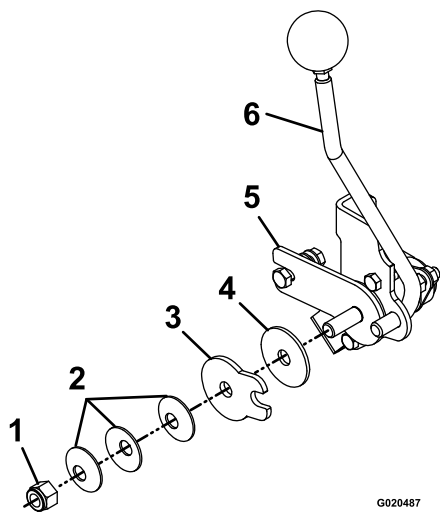

Figure 65
3. Réglez l'écrou de pivot situé au bout de l'arbre de commande de déplacement, devant la console droite (Figure 65).